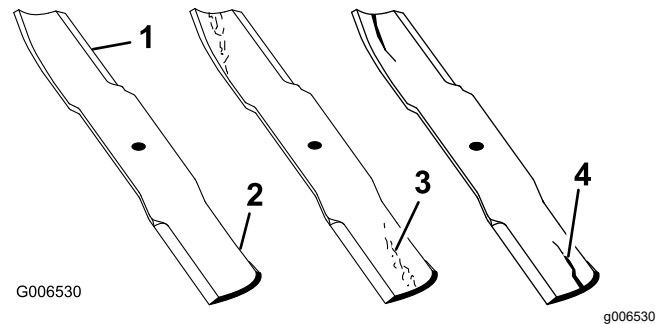

Figura 72
1. Inspeccione los filos de corte (Figura 72).
4. Si observa fisuras, desgaste o la formación de una ranura en esta zona, instale de inmediato una cuchilla nueva (Figura 72).